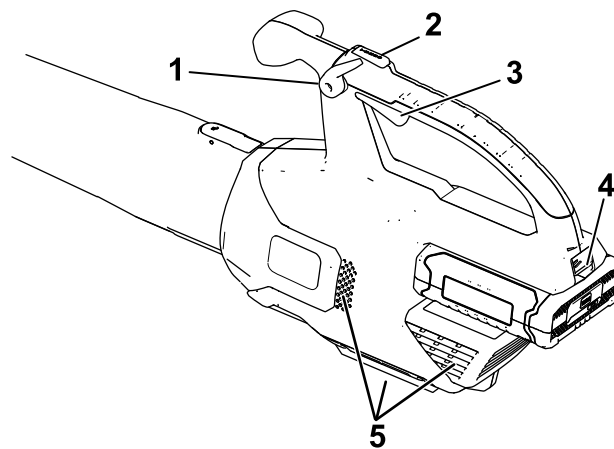

Figure 5
2. Pour mettre le souffleur en marche, serrez la gâchette de vitesse variable (Figure 5).
Remarque: Enclenchez le blocage de vitesse pour laisser la machine tourner sans avoir à appuyer sur la gâchette de vitesse variable (Figure 5).
Pour accélérer le débit, appuyez sur le bouton Turbo Boost et maintenez-le enfoncé pendant la durée souhaitée (Figure 5).
Pour régler le débit du souffleur en marche, serrez la gâchette de vitesse variable (Figure 5).
Pour maintenir le débit d'air actuel, engagez le blocage de vitesse (Figure 5).
Pour arrêter le souffleur, déverrouillez le blocage de vitesse (le cas échéant) et relâchez la gâchette de vitesse variable (Figure 5).